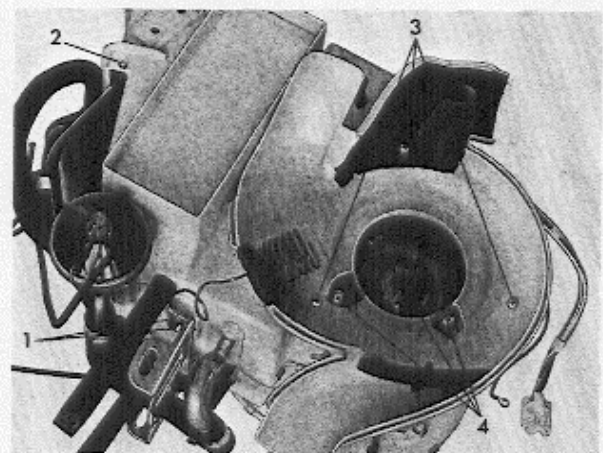

Abb. 8-35 Zerlegung der Zentraleinheit
2. Die zwei linken Befestigungsschrauben (1, Abb. 8-35) für die Stütze auf dem Getriebetunnel lösen.
3. Sicherung (2) der Klappenwelle links vom Lufteinlaß entfernen.
4. Befestigungsschrauben (3) lösen und die innere Gehäusewand abheben.
5. Trägergehäuse (4) für den Gebläsemotor abschrauben.